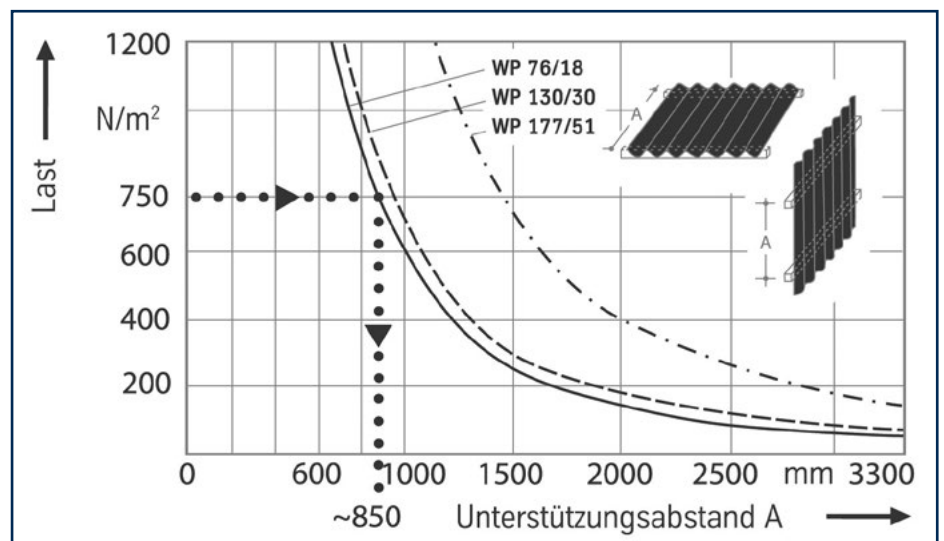

Abb. 3: Unterstützungsabstände für PLEXIGLAS® Resist/Heatstop WP Beispiel (•••••):
PLEXIGLAS® WP werden auf statisch tragenden Unterstützungen verlegt, die quer zur Gefälle- bzw. Wasserlaufrichtung liegen. Diese Pfetten (Dach) oder Riegel (Wand) sind in Abständen (A) zu montieren, die der Schnee- bzw. Windlast entsprechen, die für den Standort der Verglasung gilt (Abb. 3). Holzleimbinder oder Stahl-Unterkonstruktion müssen Schnee- und Windlasten standhalten und den statischen Anforderungen entsprechen.